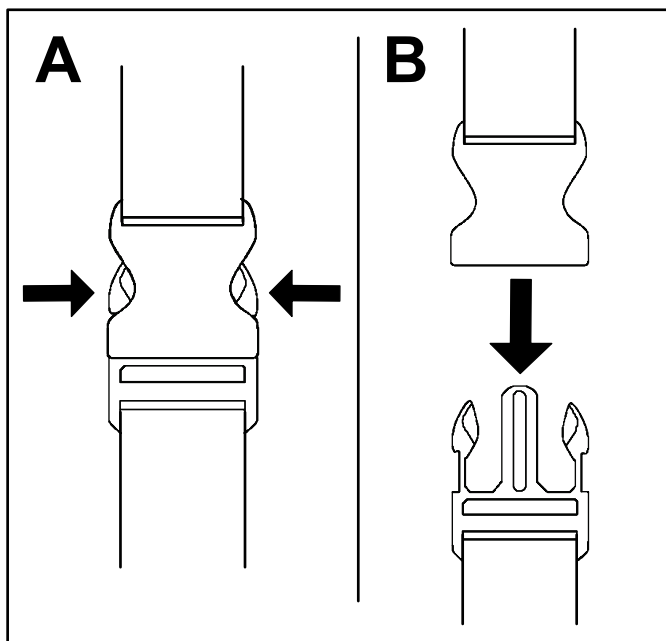

Figure 14
1. Appuyez de chaque côté de la boucle (A de Figure 14).
2. La boucle va se détacher toute seule (B de Figure 14).